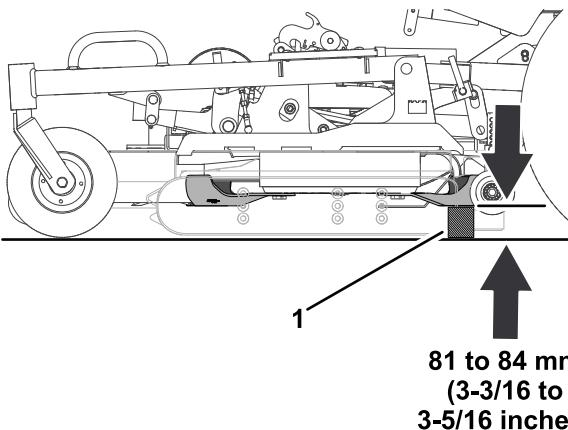

Figura 127
5. Misurate la distanza tra il suolo e il punto più arretrato del tagliente della lama con un blocchetto di riscontro (Figura 127).